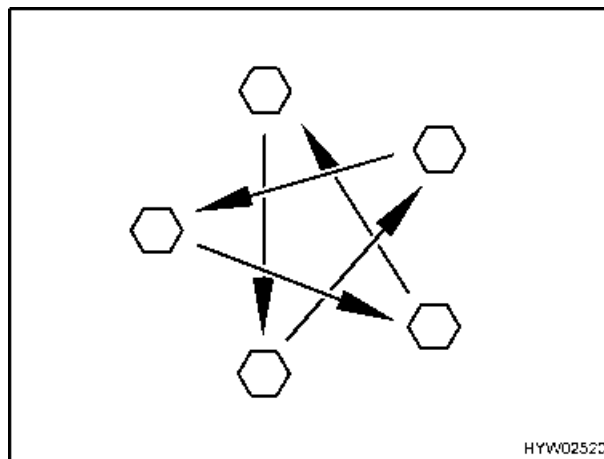

Fig. 105 Serrare a croce i dadi o i bulloni delle ruote
- Controllare regolarmente il serraggio dei dadi o dei bulloni. Regolare a croce (Fig. 105) il serraggio dei dadi o dei bulloni di una ruota sostituita dopo circa 50 km. Per il valore della coppia di serraggio consultare il paragrafo Coppia di serraggio.
- ▷ Serrare a croce i dadi o i bulloni delle ruote (Fig. 105). Per il valore della coppia di serraggio consultare il paragrafo Coppia di serraggio.